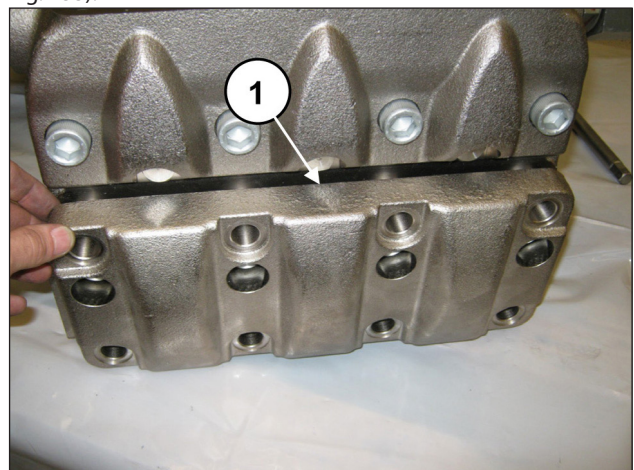
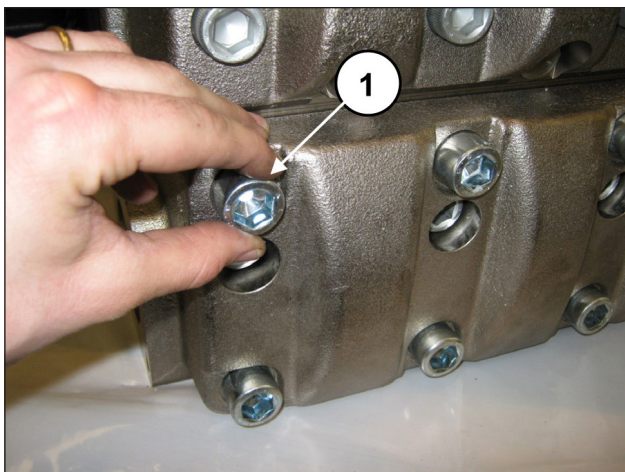

Fig. 152
Fig. 153
Depois de ter terminado a montagem dos grupos da válvula de aspiração, aplique a cobertura da válvula de aspiração (pos. ①, Fig. 152) e aperte os oito parafusos M16x45 (pos. ①, Fig. 153).